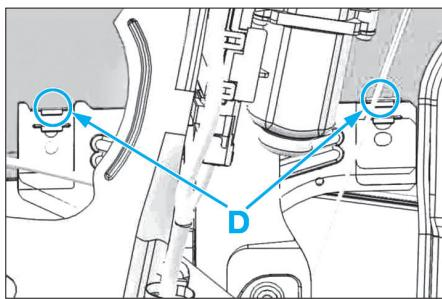

Fig. 75
• Déclipper la vitre en (D) (Fig.75).